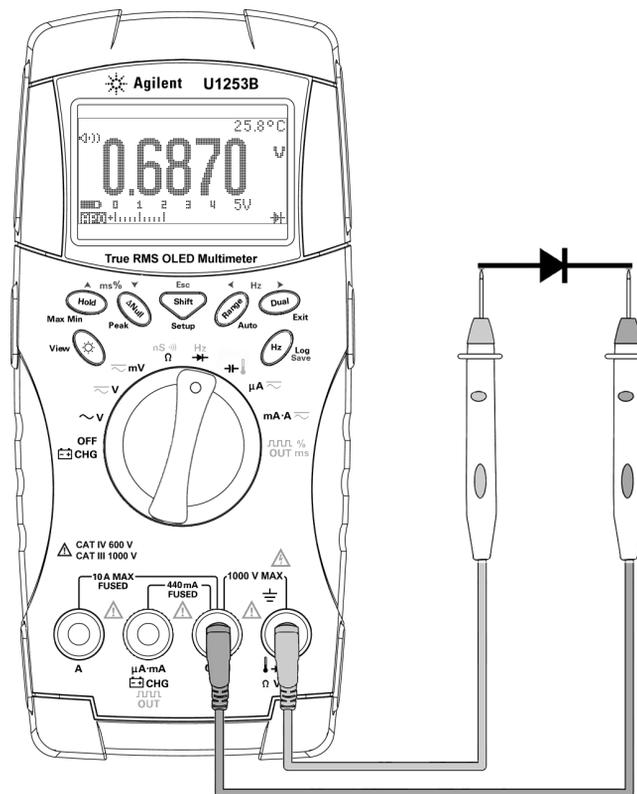

Figura 2-12 Medición de la polarización directa de un diodo
- 3 Coloque el cable de prueba rojo en la terminal positiva (ánodo) del diodo y el cable de prueba negro en la terminal negativa (cátodo). Consulte la Figura 2-12 en la página 48.